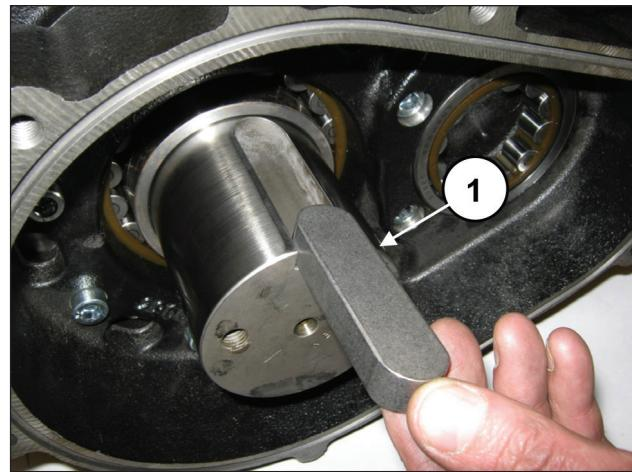
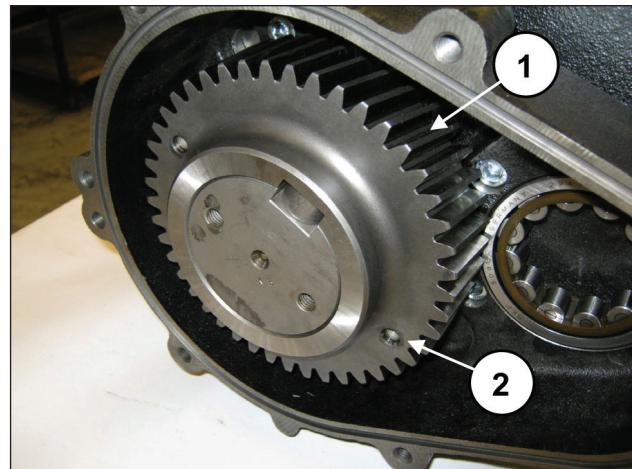

Рис. 76
Рис. 77
Вставьте шпонку 22x14x80 в гнездо на валу (поз. ①, Рис. 76) и насадите зубчатый венец на вал (поз. ①, Рис. 77).
**Зубчатый венец нужно установить так, чтобы оба отверстия M8 (которые служат для съема) были повернуты наружу насоса (поз. ②, Рис. 77).**